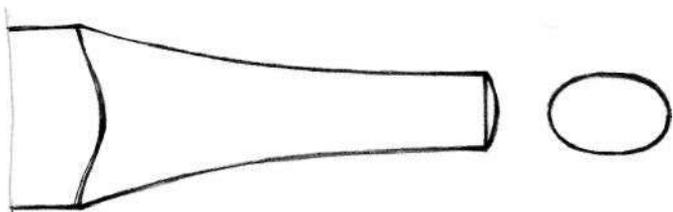

Рис. 1.3. Чеканок с радиусной формой рабочей поверхности
**Чеканки с радиусной формой рабочей поверхности (рис. 1.3).** Этот радиус может быть едва заметным, а может быть очень сильным. Это зависит от вида чеканки. Чеканок с радиусной рабочей частью делается так же, как рассказано выше. Отличие лишь в том, что, во-первых, призму можно не применять, во-вторых, при доработке рабочей поверхности на заточном камне и наждачной бумаге чеканок не удерживается в перпендикулярном положении, а все вращательно-круговые движения происходят с постоянными наклонами чеканка от вертикальной оси.